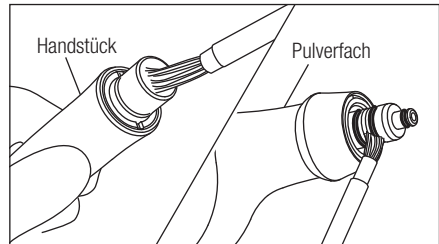

Abb. 17
- 1) Entfernen Sie das Pulver von den Handstück- und Pulverkammeranschlüssen und dem Bereich des Einstellrings. Reinigen Sie die Innenseite des Handstückanschlusses mit der im Lieferumfang enthaltenen Reinigungsbürste (Abb. 17: Links). Reinigen Sie die Pulverkammeranschlüsse in der gleichen Weise mit der im Lieferumfang enthaltenen Reinigungsbürste (Abb. 17: Rechts).